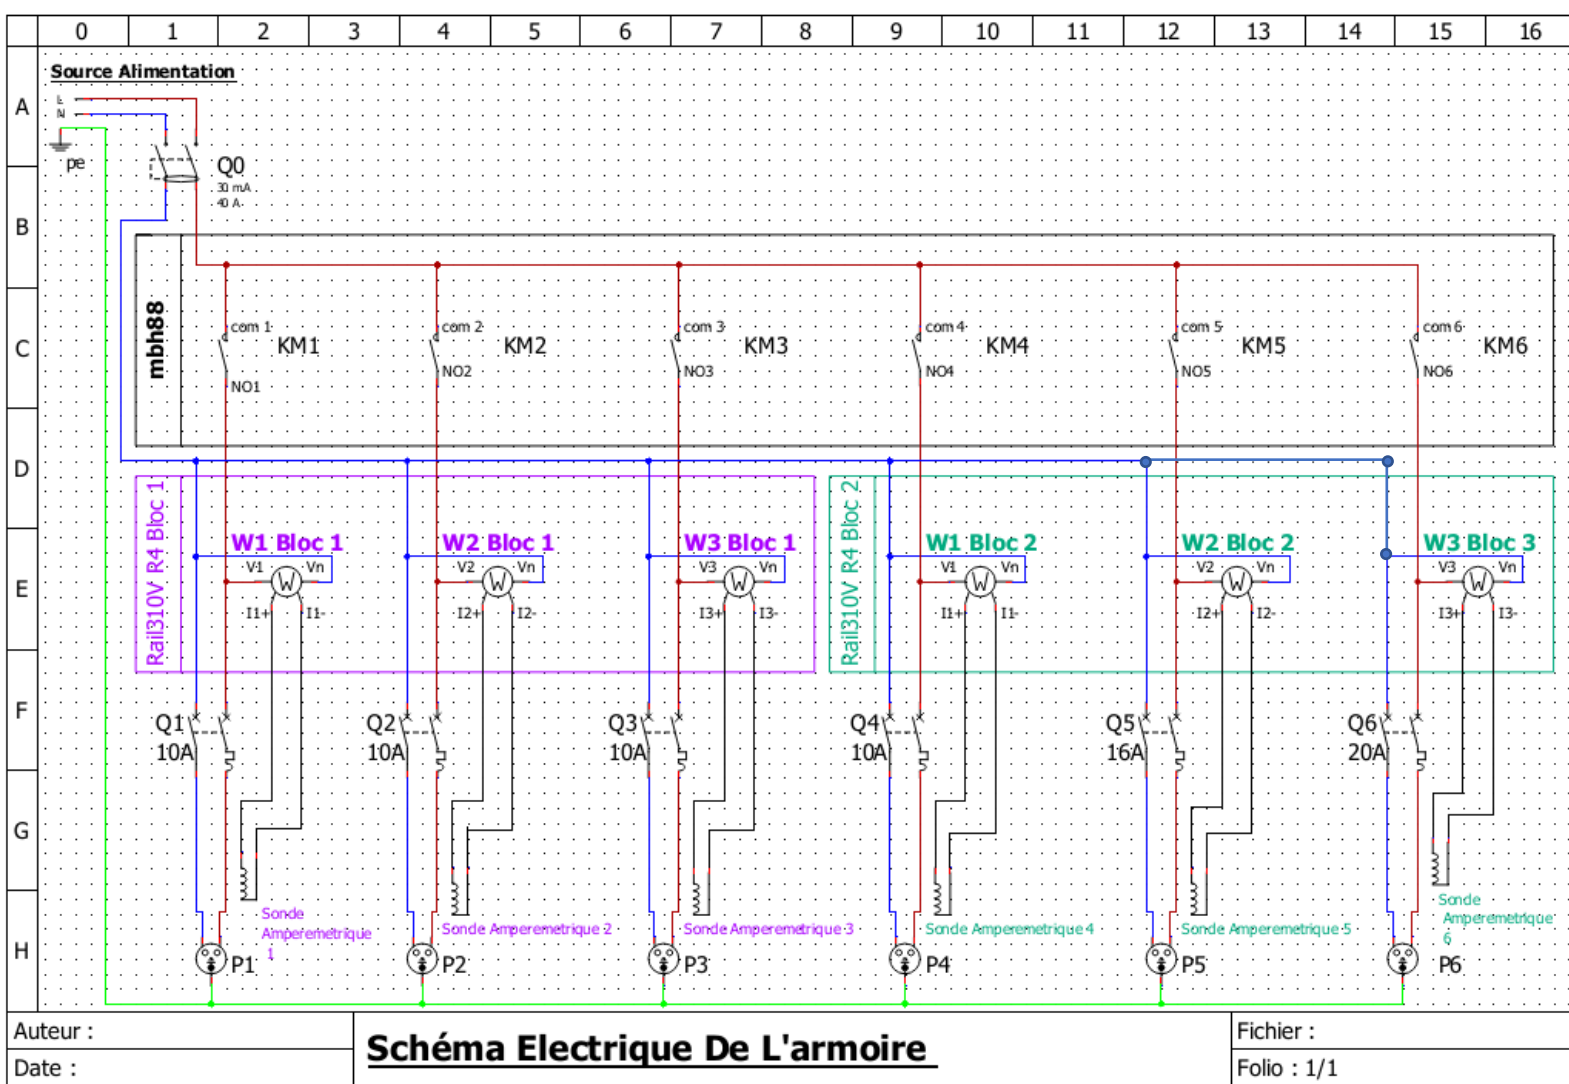

Figure 12 Schéma Electrique De Puissance De L'armoire Electrique
**Bipolaire** : deux modules (phase neutre) (voir figure 12)